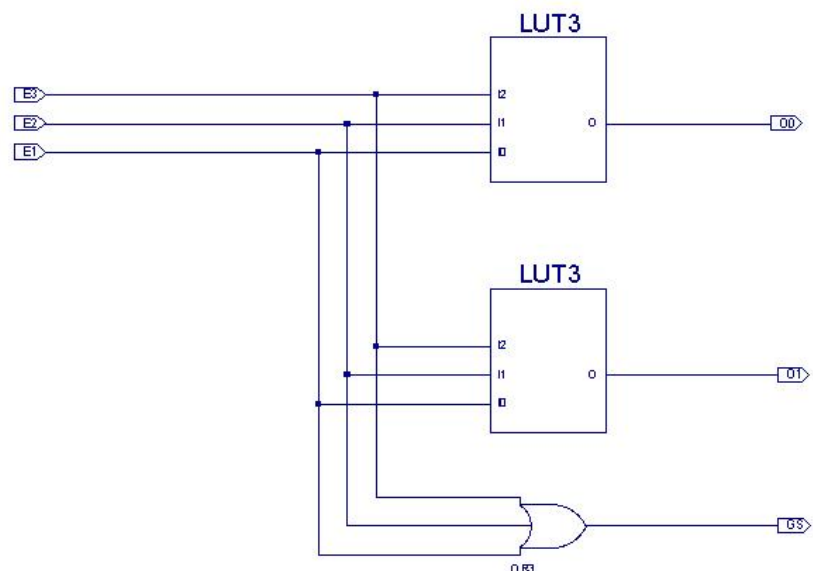

Figure 22. Schéma complété du module schématique encodeur\_sc.
3. Sélectionnez l'item **or3** de la liste Symbols et placez-le sous les LUT. Référez-vous au schéma complété de l'encodeur présenté à la Figure 22 pour voir la disposition suggérée.
Ensuite, réalisez les interconnexions conformément à la Figure 22. Pour ce faire, effectuez les étapes suivantes :
1. Connectez les étiquettes **E1**, **E2** et **E3** aux broches **I0**, **I1** et **I2** respectivement des deux LUT selon les étapes effectuées précédemment pour le module d'anti-rebond. Référez-vous à la Figure 22 pour une représentation du schéma complété.